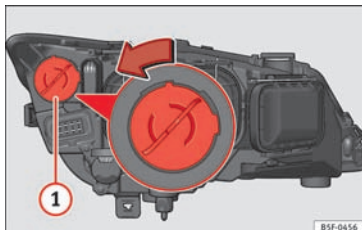

Fig. 105 Lygte til dagskørelys
- Drej pæreholderen » **Fig. 105** ① mod venstre, og træk i den.